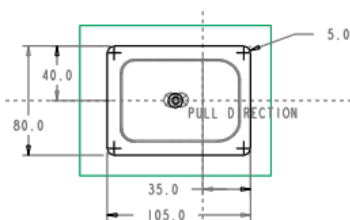
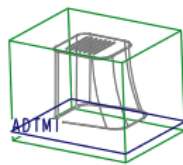
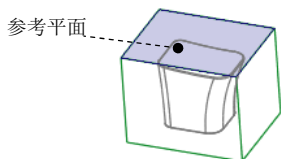

图 2.8 截面草图
图 2.9 创建基准平面 ADTM1
图 2.10 选取参考平面
④ 绘制“束子”轮廓。进入草绘环境后，选取 MOLD_FRONT 和 MOLD_RIGHT 基准平面为草绘参考，单击 **关闭(C)** 按钮，绘制图 2.8 所示的截面草图。完成绘制后，单击“确定”按钮
(2) 定义“束子”的拔模角度。
① 在“阴影曲面”对话框中双击 **Draft Angle (拔模角度)** 元素。
② 在系统 **输入拔模角值** 的提示下，输入拔模角度值 25.0，并按回车键。
(3) 创建图 2.9 所示的基准平面 ADTM1，该基准平面将在下一步作为“束子”终止平面的参考平面。
① 单击 **分型面** 功能选项卡中 **基准** 区域的“创建基准平面”按钮 ，系统弹出“基准平面”对话框。
② 选取图 2.10 所示的坯料表面为参考平面，然后输入偏移值-10.0。
③ 单击“基准平面”对话框中的 **确定** 按钮。